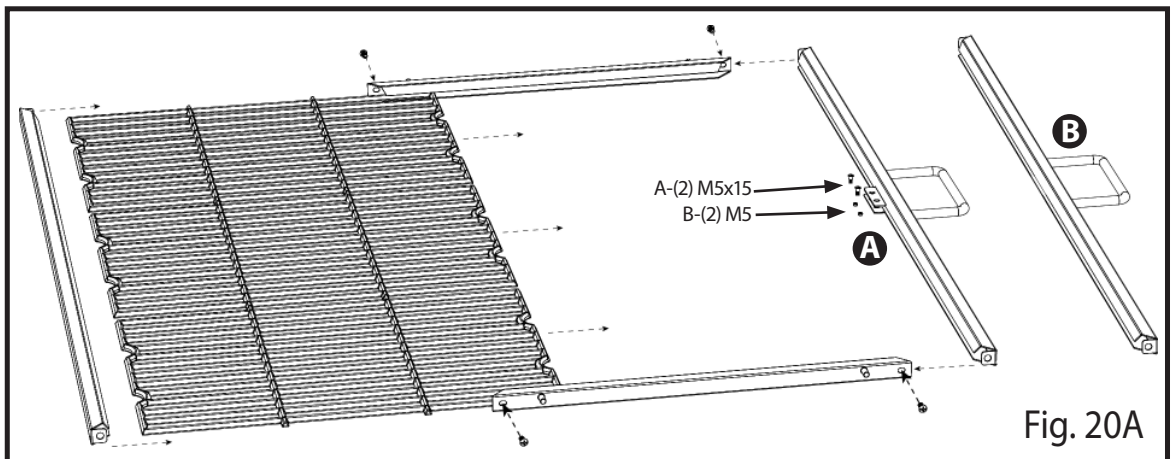

Fig. 20A
Fije el marco frontal de la rejilla de cocción con el asa y (2) marcos laterales juntos usando (2) tornillos planos M5x10 (Fig. 20A) Podría tener la parte del asa del marco frontal **A** o **B**. Ensamble como se muestra.